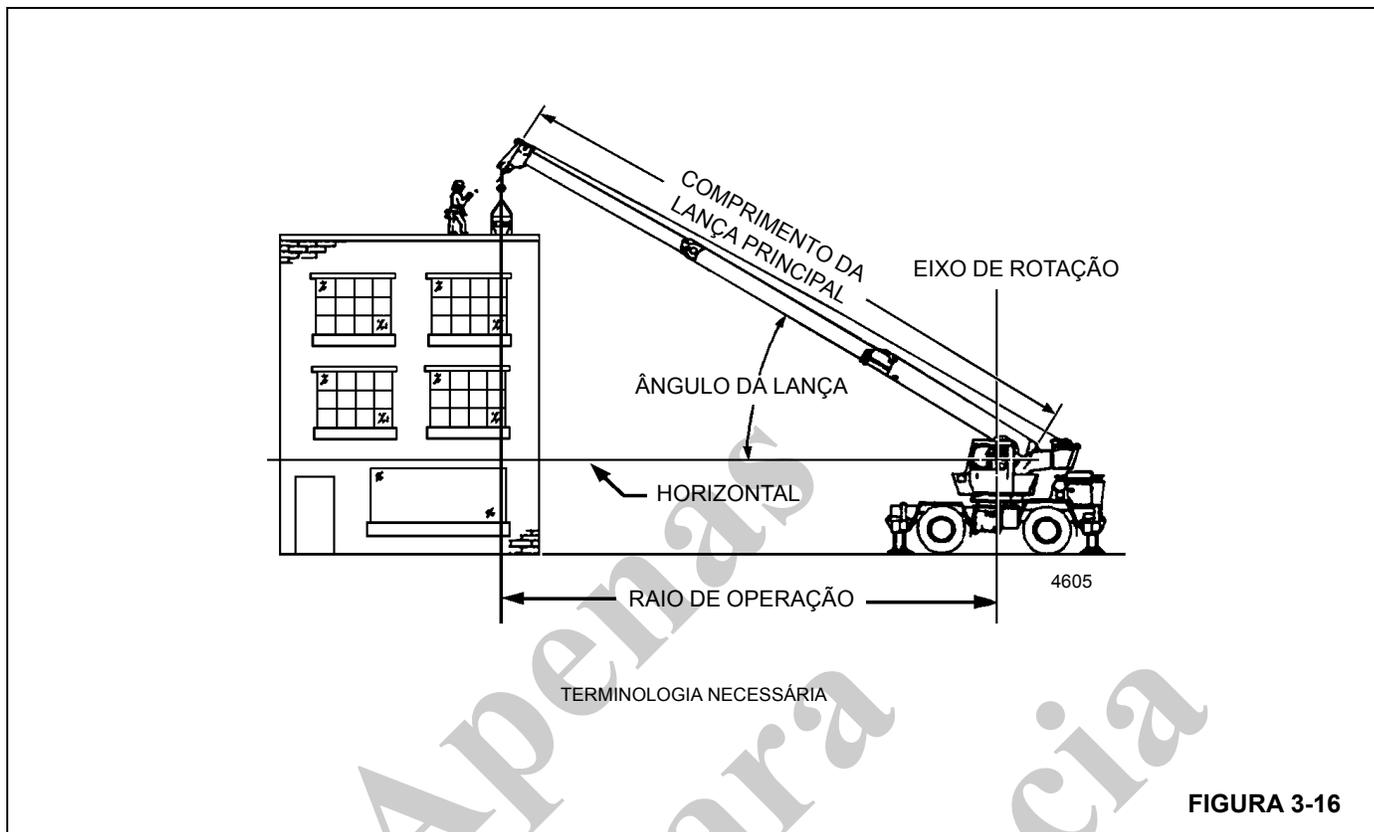

FIGURA 3-16
**NOTA:** Consulte a Figura 3-16 para os termos que devem ser conhecidos na determinação das capacidades de elevação.